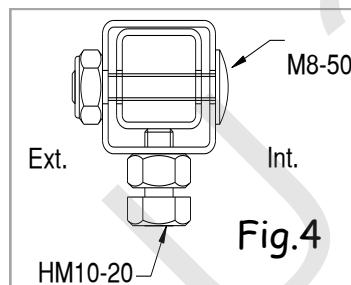

Fig.4
- Contre-percer Ø9 les barres sup./inf. avec le cadre, solidariser à l'aide des vis Poeliers M8x50 + écrous frein => Fig. 4.
- drill Ø9 upper / lower bars. with the frame, secure with M8x50 bolts + lock nuts => Fig. 4.